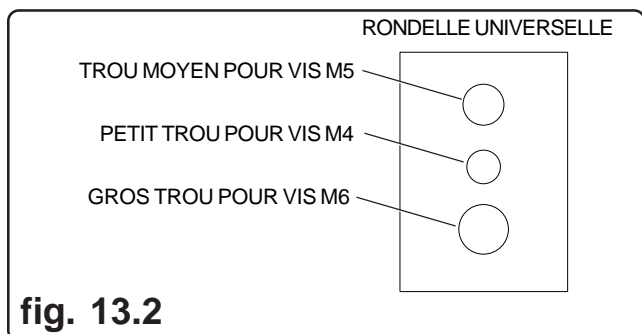

fig. 13.2
- Utilisez le trou de la rondelle universelle correspondant à la dimension de la vis, comme illustré sur la figure 13.2.